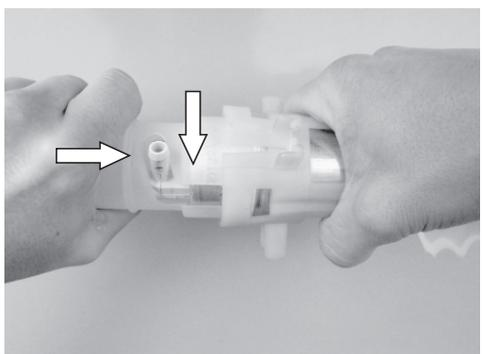

Abb. 4
- Das Werkzeug seitlich verdrehen, so dass der abgewinkelte Druckstutzen der Pumpe in die Aussparung im Werkzeug greift (siehe → Abb. 4).